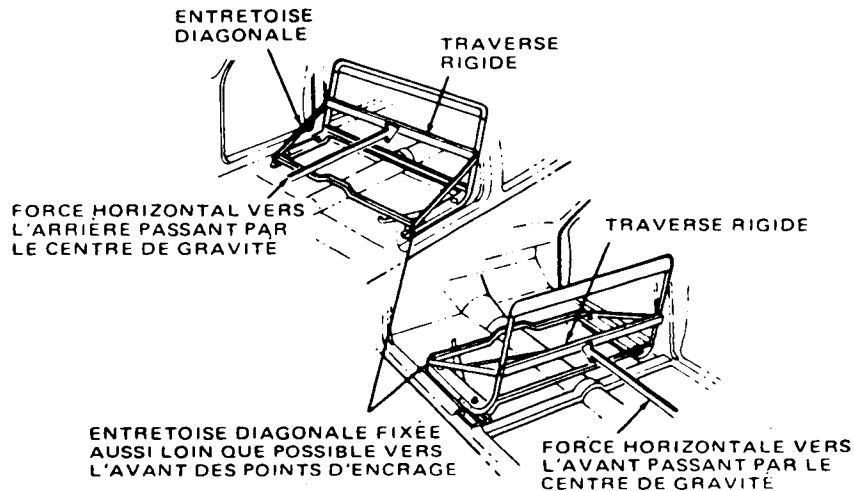
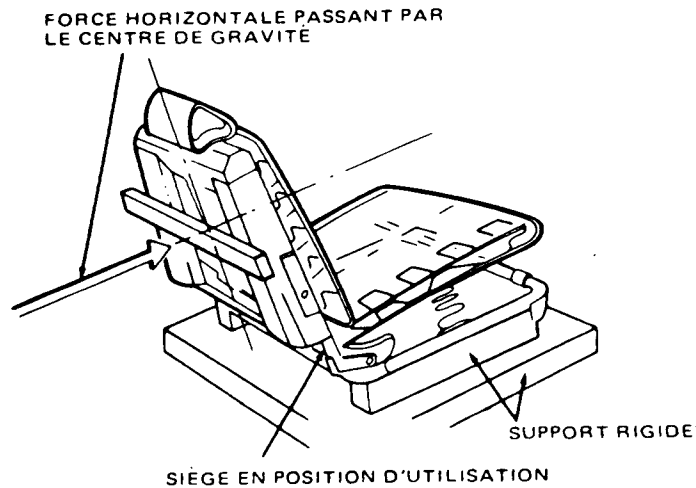

FIGURE 1
FIGURE 5
L'article 2 et les figures 1 à 5 du présent chapitre définissent les méthodes d'essai visées à l'article 207 de l'annexe D au Règlement sur la sécurité des véhicules automobiles, méthodes que j'approuve pour établir la conformité avec les exigences de l'article 207 de l'annexe D.
2.1.1. Si le dossier et la banquette du siège sont assujettis au véhicule à l'aide des mêmes attaches, fixer une entretoise de chaque côté du siège entre un point situé du côté extérieur du châssis de siège, dans le plan horizontal passant par le centre de gravité de ce siège, et un point du châssis situé aussi loin que possible vers l'avant des ancrages de siège. Placer une traverse rigide entre les extrémités supérieures des deux entretoises, en avant du châssis de dossier du siège pour les charges agissant vers l'arrière et en arrière du châssis de dossier du siège pour les charges agissant vers l'avant. Appliquer la force dont il est question en 207(1)(a)(i)(A) ou 207(1)(a)(i)(B), horizontalement contre la traverse rigide, comme le montre la figure 1.
- 2.3 Appliquer les forces dont il est question dans les alinéas 207(5) (a) et (b) à un siège basculant ou pliant comme le montre la figure 1 et à un siège à dossier basculant ou pliant comme le montre la figure 5.